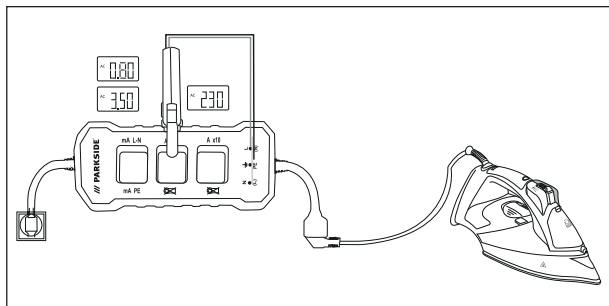

Fig. 3
- 1) Branchez la fiche Schuko ⑧ de l'appareil sur une prise secteur.
- 2) Reliez la fiche secteur du terminal à la prise de raccordement Schuko ④.
- 3) Placez la pince ampèremétrique autour du point de mesure A x1 ② et les fils de mesure du multimètre sur L et N ⑤, et mettez le terminal en marche.
- 4) Lisez les valeurs correspondantes pour le courant, la tension et la puissance absorbée par la charge (voir fig. 3).
- 5) Les mesurages de tension sont également possibles entre les points de mesure L-PE ⑤ et N-PE ⑤.